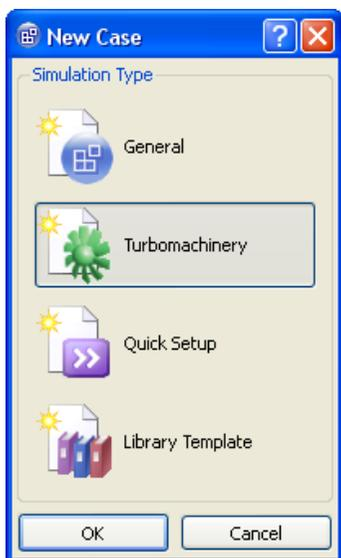

Рис. 5.2. Меню создания нового проекта *New Case*
1. Запустить команду *ГМ→File→New Case* или нажать иконку *New Case* () на главной панели. В результате на экране появится меню *New Case* (рис. 5.2).